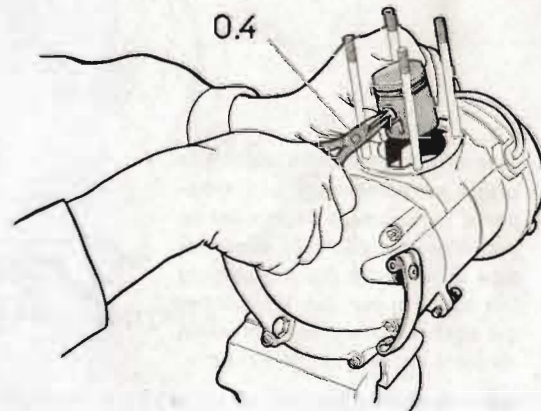

Fig. 9
- Retirer les deux circlips à l'aide de la pince spéciale 0.4 (fig. 9).